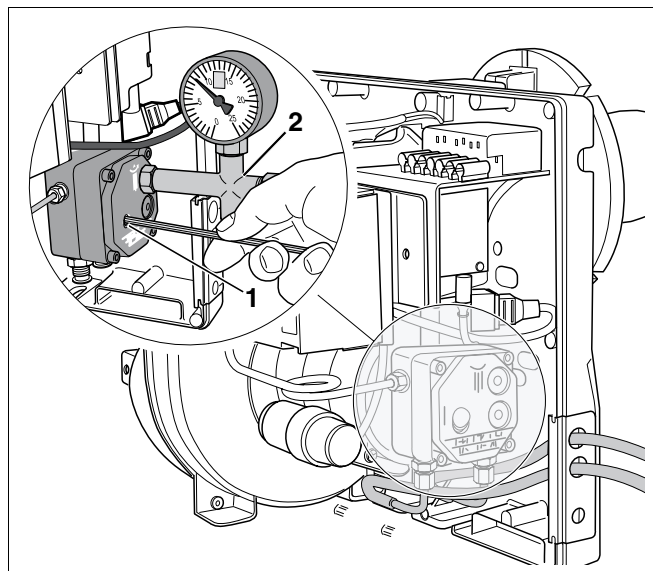

Fig. 12 Reajustar o teor de CO₂ (adaptar a pressão de gasóleo)
Ao rodar ligeiramente o parafuso de regulação da pressão (Fig. 12, **Item 1**), poderá alterar a pressão da bomba de gasóleo e conseqüentemente o teor de CO₂.
- Aparafuse o manómetro da pressão do gasóleo (Fig. 12, **Item 2**) na respectiva ligação prevista na bomba de gasóleo (identificado com "P").